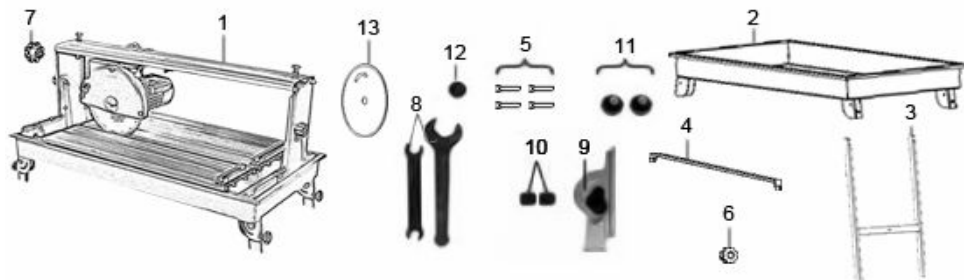

Рис.2
- 5.2.1. Ножки (3) с помощью крепежа (5) присоедините к поддону (2) (рис.2).
- 5.2.2. Винтами фиксации (6) закрепите ножки (3) и распорку (4) (рис.2).
- 5.2.3. Вставьте пробку (12) в сливное отверстие поддона (2) (рис.2).
- 5.2.4. Поместите плиткорез с помпой (1) в поддон (2) (рис.2).
- 5.2.5. Прикрутите ограничители (10) винтами (11) на направляющей плиткореза (рис.2).
- 5.2.6. Закрепите регулировочный упор (9) на столе плиткореза (рис.2).
- 5.2.7. Установите и затяните отрезной диск ключами (8) (рис.2).
- 5.2.8. Открутите транспортировочный винт (7) (рис.2).